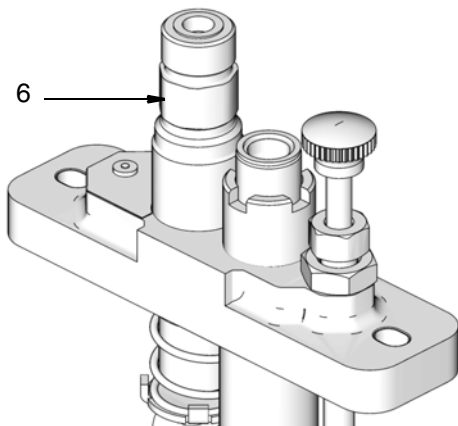

図 8
2. 潤滑ラインをポンプ出口 (6) へ取り付けます。(図 8)(15 と 16 ページを参照ください。)